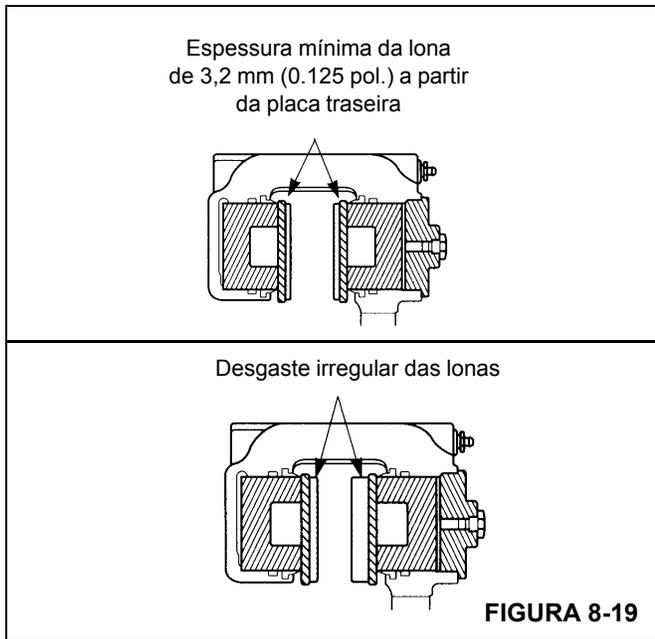

FIGURA 8-19
- Desgaste das lonas. Substitua os revestimentos quando a sua espessura for inferior a 3,2 mm (0.125 pol.) a partir da placa traseira (Figura 8-19).
- Desgaste irregular das lonas. Substitua as lonas se a espessura das duas lonas for significativamente diferente. Verifique se os pistões estão operando corretamente. Substitua o pistão e/ou a carcaça se um pistão ficar preso no furo. Verifique se a superfície do disco está plana e paralela às lonas (Figura 8-19).